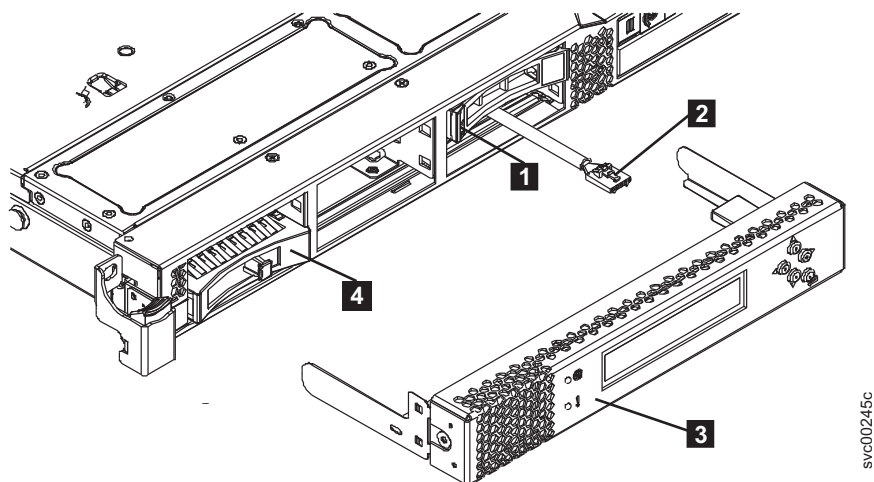

図 123. ブート・ドライブの位置 (SAN ポリユーム・コントローラー 2145-CF8 の場合)
7. オレンジ色の解放ラッチ (161 ページの図 123 の **1**) を慎重に左方にスライドさせて、ブート・ドライブのドライブ・ハンドルのロックを解除します。ブート・ドライブの位置について詳しくは、162 ページの『ディスク・ドライブの ID の検出: 2145-CG8 または 2145-CF8』を参照してください。